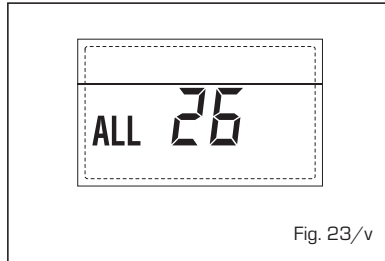

Fig. 23/v
- **ANOMALIA COERÊNCIA APLICAÇÃO SOLARE "ALL 27"** (fig. 23/w)